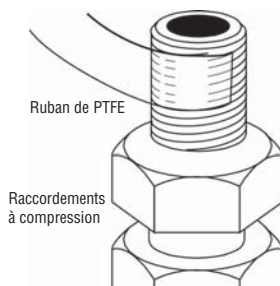

Figure 3
3. Enrouler une longueur de ruban de PTFE de 7,6 cm (3 po) de gauche à droite (dans le sens des aiguilles d'une montre) autour du filetage de 3/8 MNTP des raccords. Bien resserrer afin qu'il épouse le filetage du raccordement et recouvre environ 1,3 cm (1/2 po) (figure 3).